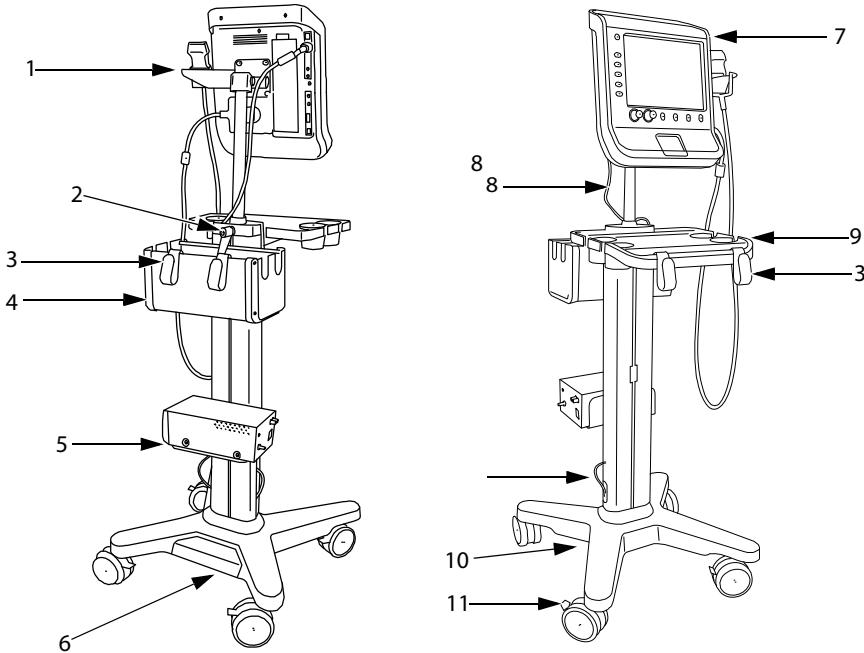

Abbildung 1 V-Universal-Stativ: Front- und Rückansicht (abgebildet mit S Series-Ultraschallsystem und optionalem Drucker, Korb und Kassette)
- ❖ Schließen Sie folgende Kabel an. Siehe Abbildung 1 auf Seite 3.